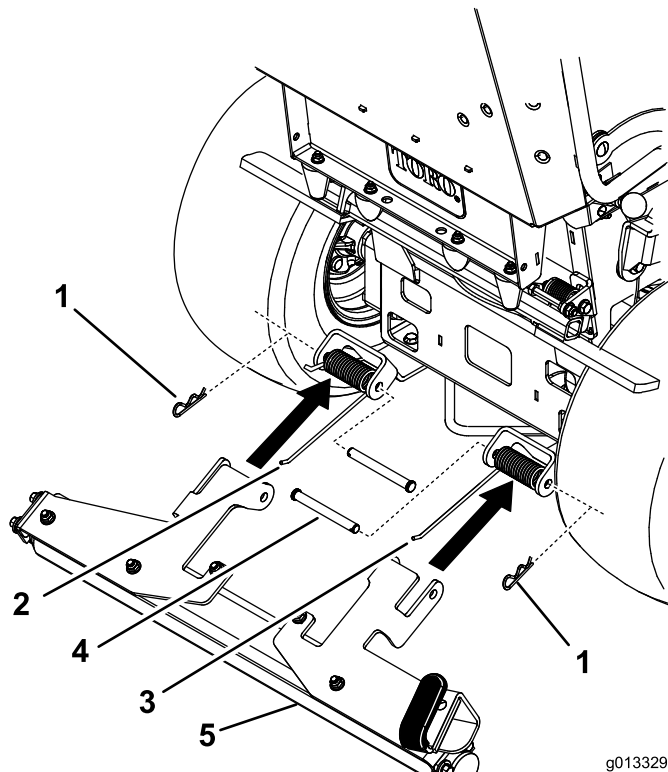

Figura 3
- Coloque los muelles en los soportes de montaje (Figura 3). El extremo corto exterior del muelle debe colocarse en la ranura del soporte del rodillo.
- Coloque el conjunto del rodillo en los soportes de montaje del rayador (Figura 3).
3. Introduzca el pasador a través del soporte de montaje, el soporte del rodillo y el muelle, y sujételo con un pasador de horquilla (Figura 3).